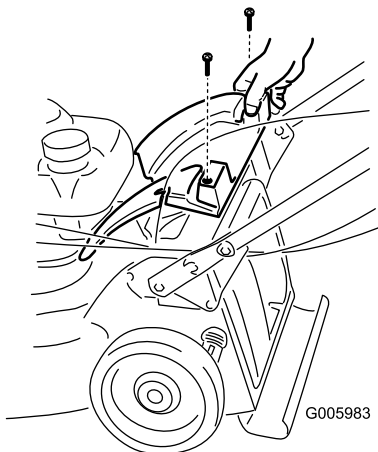

Bild 3
1. Entfernen Sie die 2 Schrauben, mit denen die Heckabdeckung befestigt ist, und nehmen Sie sie ab (Bild 3).